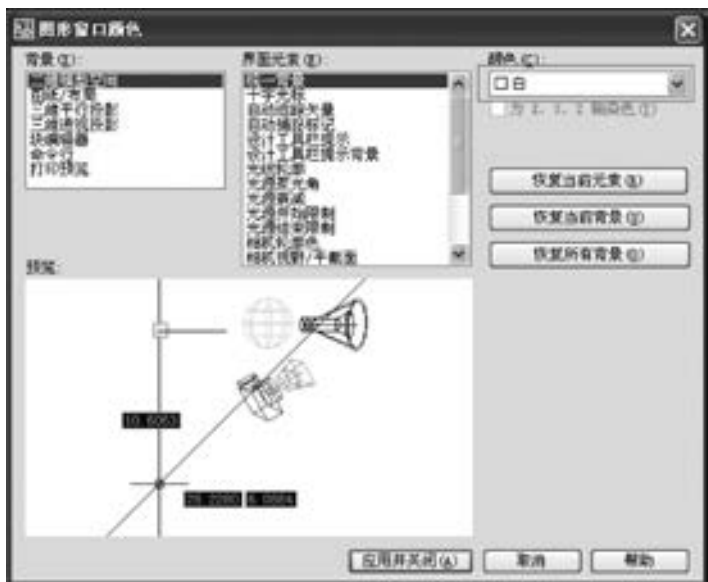

图 2-15 “图形窗口颜色”对话框
2) 单击“窗口元素”区域内的“颜色”按钮，打开“图形窗口颜色”对话框，如图2-15所示。